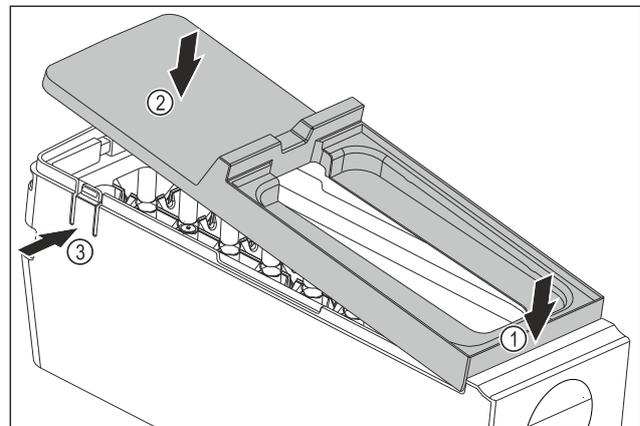

Fig. 215
- ▶ Abdeckung des EasyTwist-Ice-Korpus montieren: Abdeckung vorne ansetzen. Fig. 215 (1)
- ▶ Abdeckung hinten absenken. Fig. 215 (2)
- ▶ Abdeckung rastet hörbar in beiden Laschen Fig. 215 (3) ein.